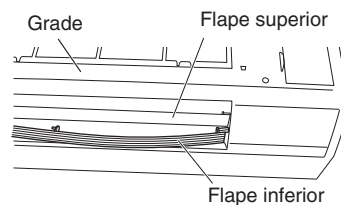

Fig. 3-14
- (5) Retire o flape inferior libertando os 4 pinos no flape inferior pela respectiva ordem. (Figs. 3-14 e 3-15)